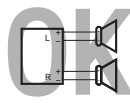

Fig. 3
- Redo the speaker wiring so that you can connect the unit to the speakers as illustrated in Fig. 3.
- If the speaker wiring in your car is as illustrated in Fig. 3, you can connect the unit using the original speaker wiring in your car.
- Die Lautsprecherverdrahtung erneuern, so daß Sie das Gerät an den Lautsprechern wie in „Fig. 3“ abgebildet anschließen können.
- Ist die Lautsprecherverdrahtung in Ihrem Auto wie in „Fig. 3“ abgebildet, können Sie das Gerät mit der Originalverdrahtung der Lautsprecher in Ihrem Auto anschließen.
- Recommencez le câblage des enceintes de façon que vous puissiez connecter l'appareil aux enceintes comme montré sur la Fig. 3.
- Si le câblage des enceintes de votre voiture est comme montré sur la Fig. 3, vous pouvez connecter l'appareil en utilisant ce câblage original d'enceintes pour votre voiture.
- Pas de bedrading van de speakers aan, zodat u het apparaat met de speakers kunt verbinden, zoals staat afgebeeld in Fig. 3.
- Als de bedrading van de speakers eruitziet zoals staat afgebeeld in Fig. 3, kunt u het apparaat aansluiten met behulp van de oorspronkelijke speakerbedrading in uw auto.